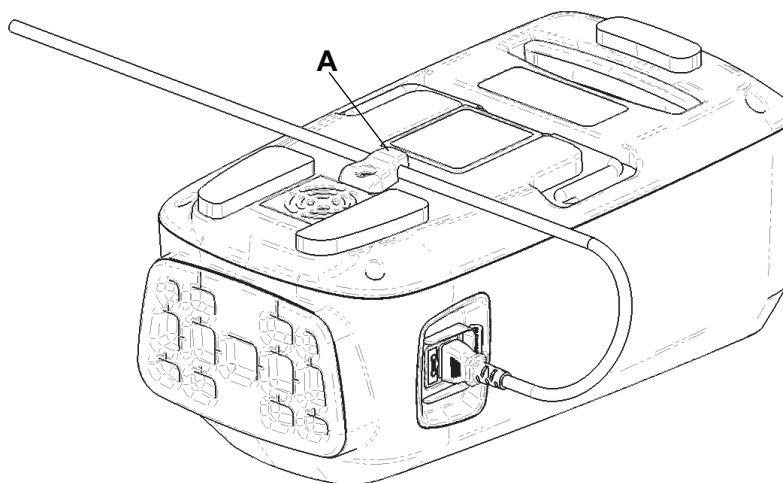

Abbildung 5 – Kabelhalterung-Flexgriff
3. Führen Sie das Netzkabel unter den Flexgriff für die Netzkabelhalterung (A) (Abbildung 5).